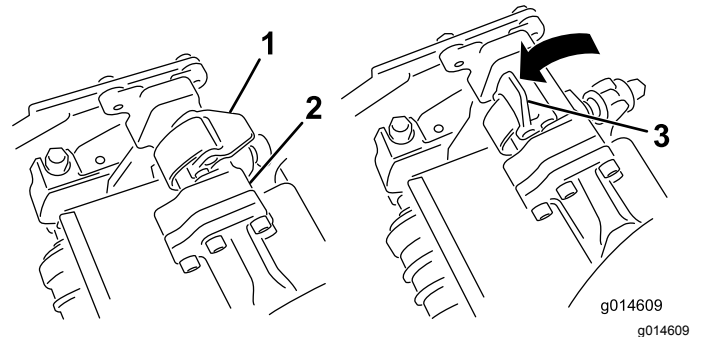

Bild 45
3. Die Riegel an der Aufhängearmstange müssen nach oben zeigen (d. h. offen) (Bild 45); drücken Sie den Aufhängearm dann so nach unten, dass die Stange über die Stange an der Oberseite der Schneideinheit passt (Bild 46).
4. Drücken Sie die Riegel nach unten um die Schneideinheitstange herum und arretieren sie (Bild 45).
4. Öffnen Sie die Riegel an der Aufhängearmstange der Schneideinheit, die Sie entfernen möchten (**Bild 45**).